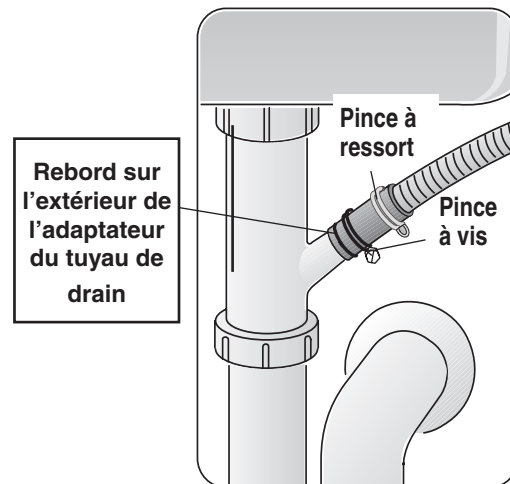

Figure 24
- 4 Utiliser la pince à vis pour attacher l'adaptateur de tuyau de drain en caoutchouc à la plomberie résidentielle (figure 24).
- 1 Directement sous la connexion de vidange de l'évier, **figure 24.**